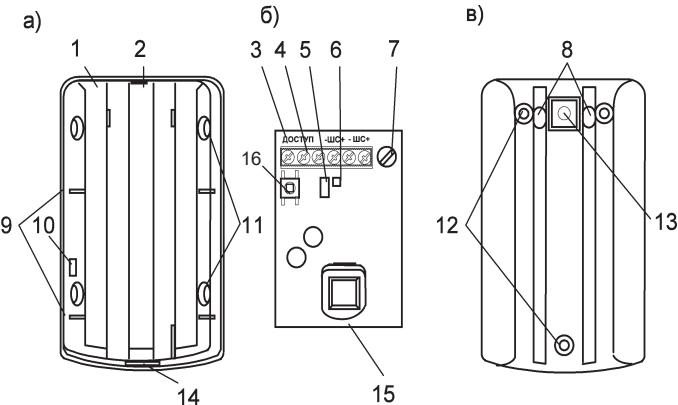

Рисунок 2 – Основание с печатной платой
- Извещатель выпускается настроенным на оптимальный ток потребления. При необходимости изменения величины тока потребления, следует подключить извещатель к источнику питания с контролем тока, и в течение первой минуты от момента подачи питания установить требуемую величину тока поворотом потенциометра (7) (см. рисунок 2) на печатной плате извещателя.